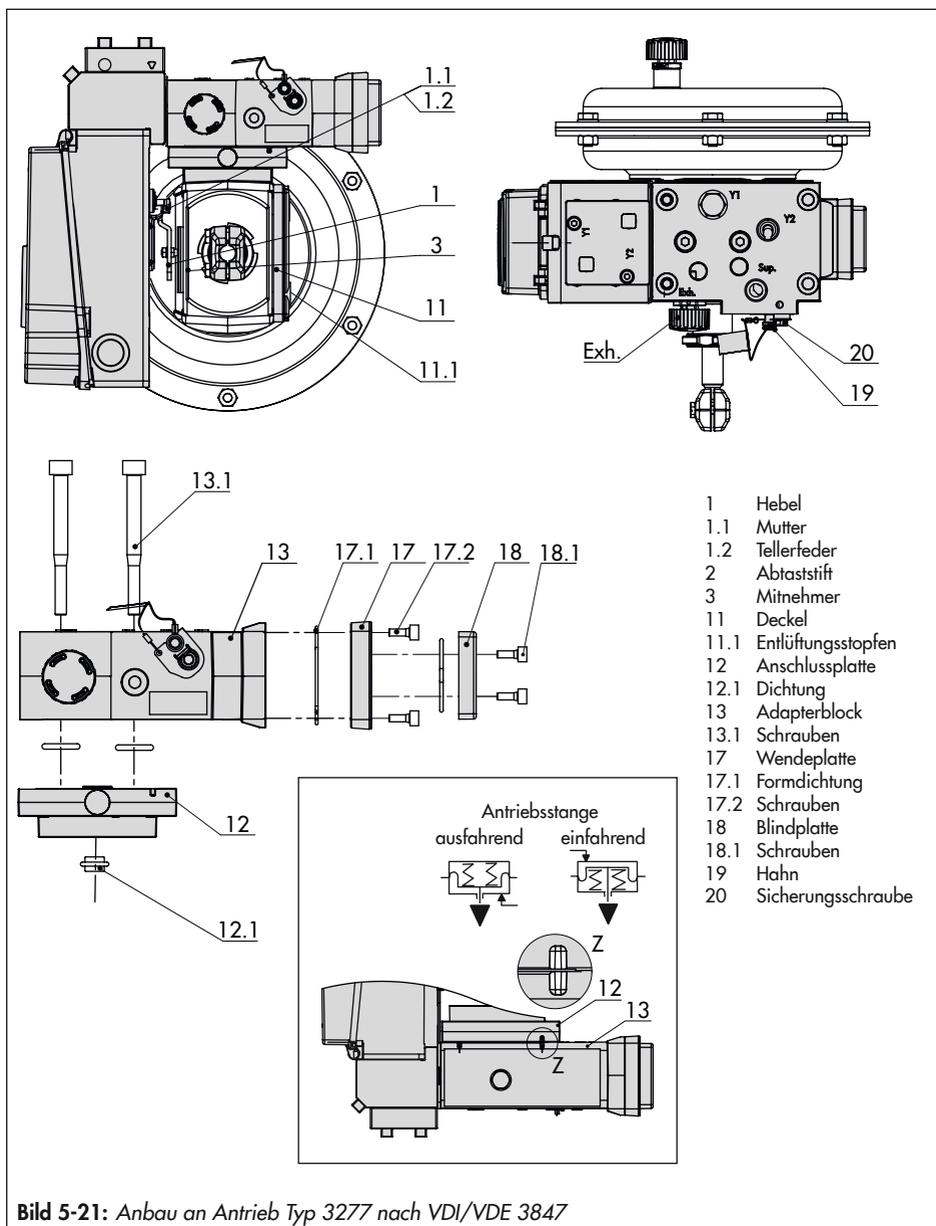

Bild 5-21: Anbau an Antrieb Typ 3277 nach VDI/VDE 3847
→ Vgl. Bild 5-21
10. Stellungsregler so aufsetzen, dass der Abtaststift (2) auf der Oberseite des Mitnehmers (3) zu liegen kommt. Der Hebel (1) muss mit Federkraft auf dem Mitnehmer aufliegen.
11. Den Stellungsregler mit den beiden Befestigungsschrauben (6.3) am Adapterblock (13) festschrauben, auf richtigen Sitz der Formdichtung (6.2) achten (vgl. Bild 5-21).
12. Deckel (11) auf der Gegenseite montieren. Darauf achten, dass im eingebauten Zustand des Stellventils der Entlüftungstopfen nach unten zeigt, damit evtl. angesammeltes Kondenswasser abfließen kann.